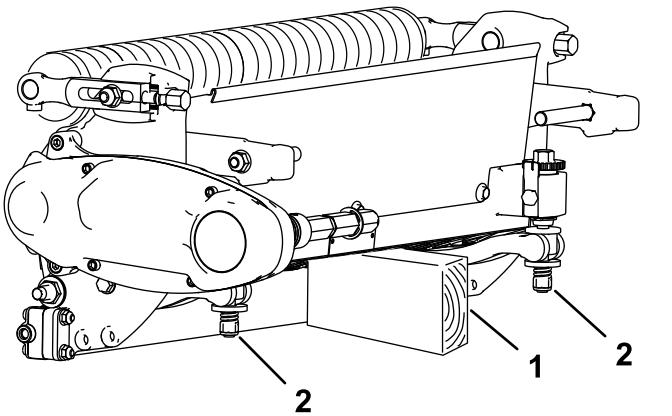

Figura 4
- Con la unidad de corte retirada de la máquina, apoye la parte trasera de la unidad de corte para asegurarse de que las tuercas de la parte trasera de los tornillos de ajuste de la barra de asiento no están apoyadas en la superficie de trabajo (Figura 4).
**Importante:** Si tiene que inclinar la unidad de corte para tener acceso a la contracuchilla/el molinete, apoye la parte trasera de la unidad de corte para asegurarse de que las tuercas de los tornillos de ajuste de la barra de asiento no estén apoyadas en la superficie de trabajo (Figura 4).